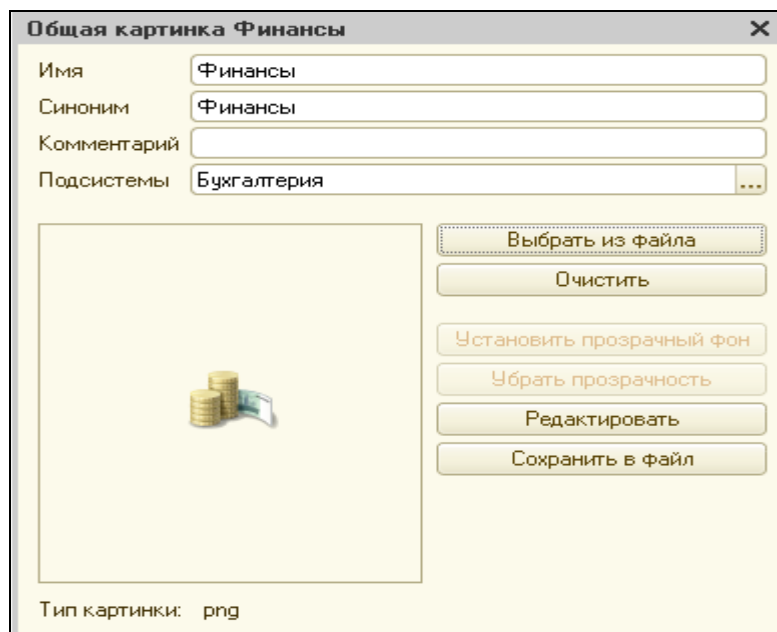

Рисунок 10.4 Выбранная картинка
4. Нажать на кнопку Выбрать из файла. Выбрать картинку **ПодсистемаФинансы** (рис.10.4).